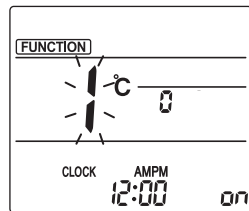

Fig. 1
① Gå til tilstanden for indstilling af den manuelle ventilatorvinge. Tryk på [MENU]-knappen. (Start denne funktion, mens fjernbetjeningsdisplay er slukket). "FUNCTION" lyser, og "1" blinker. (Fig. 1)